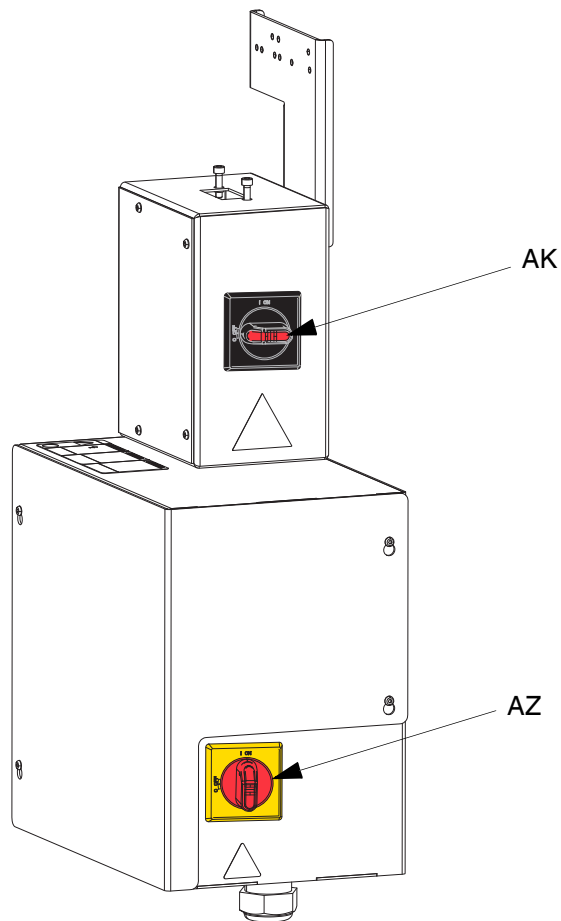

ABB. 30. Leistungstrenner
1. Die Stromversorgung des elektrischen Antriebs (AB) ausschalten:
- a. Den schwarzen Schalter des Stromanschlusskastens (AK) ausschalten. Siehe ABB. 30.
- b. Bei Verwendung eines Tandem-Ram-Zufuhrsystems den schwarzen Trennschalter (AZ) nur an der Ram-Zufuhreinheit ausschalten, die einen Fasswechsel benötigt. Siehe ABB. 30.